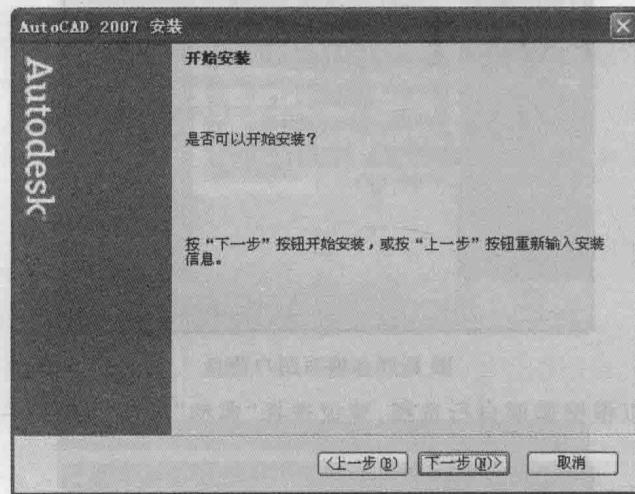

图 1-9 安装界面
(6) 此时进入默认安装路径界面,也可以根据需要及磁盘空间大小自行选择安装路径,单击“下一步”,进入安装界面,如图 1-9 所示。